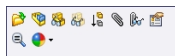

图 8-23 快捷菜单
(1) 在装配体窗口中，在【特征管理器设计树】中单击零部件名称或者在图形区域选择零部件。
(2) 右键单击【特征管理器设计树】中的零件名称，弹出快捷菜单，如图 8-23 所示。